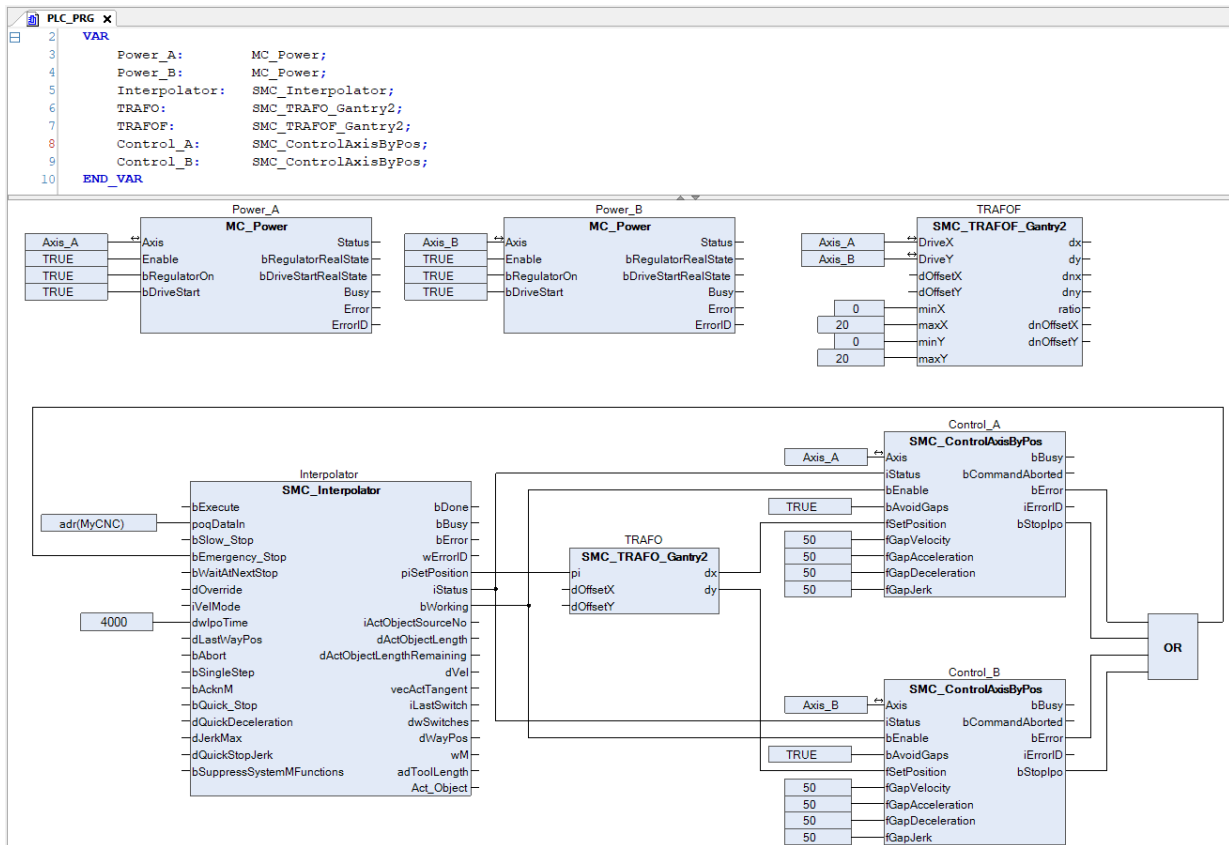

Figura 5.26: Programa para executar caminhos CNC.
O programa padrão para executar um caminho CNC controlando um sistema do tipo pórtico 2D é apresentado na Figura 5.26.
- Declare as instancias dos blocos de função e faça as ligações dos blocos como apresentado na Figura 5.26